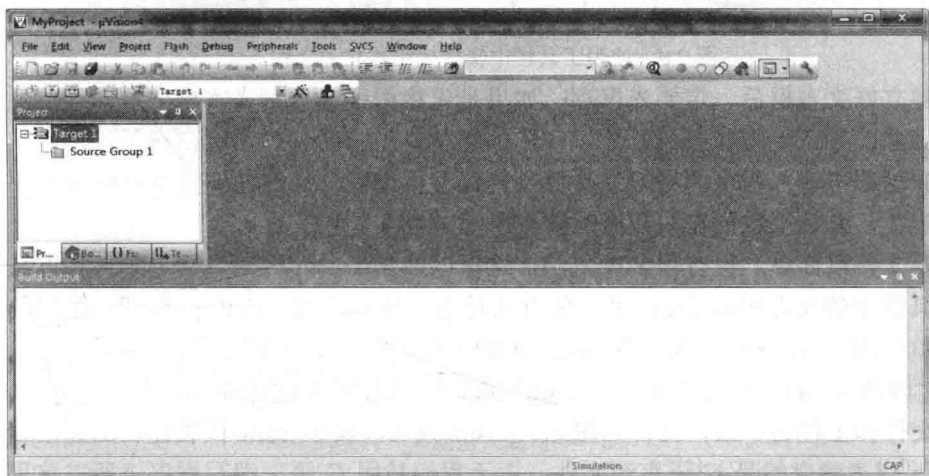

图 2.7 建立好完整工程的界面
⑤ 在执行上一步后，就能在工程窗口的文件页中出现“Target 1”了，前面有“+”号，点击“+”号展开，可以看到下一层的“Source Group1”，这时的工程还是一个空的工程，里面什么文件也没有。到这里就完整地把一个工程建立好了，如图 2.7 所示。